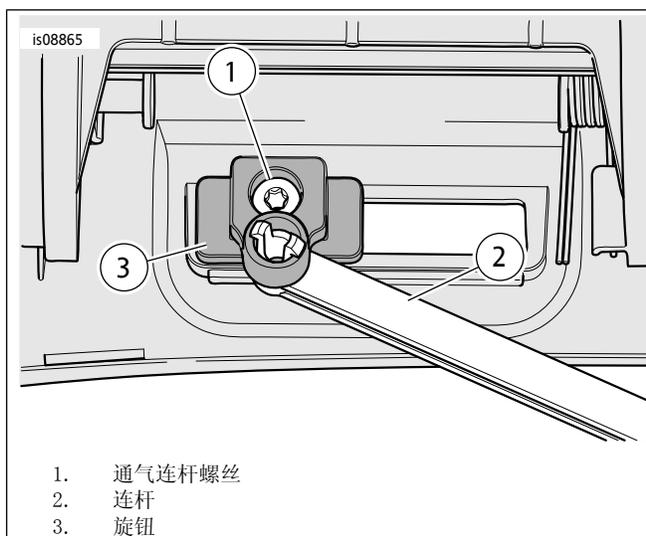

图4。通气连杆螺丝
4. 参见图4。拆卸螺丝(1)。拆卸连杆(2)。安装在新箱体正面。拧紧。